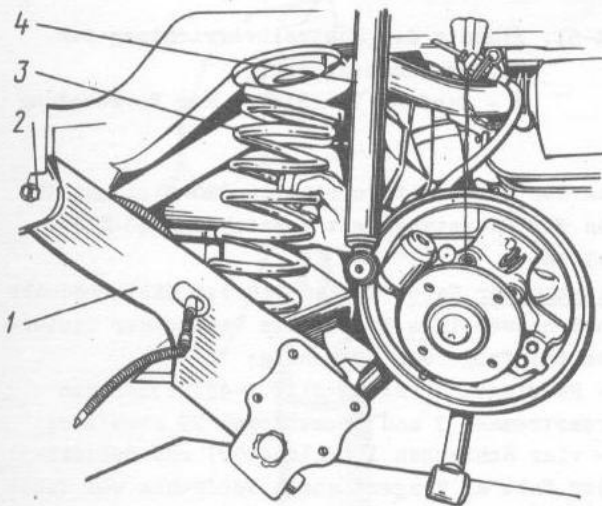

Bild 4-48. Trennung der Stoßdämpfer von Träger und Entfernen der Federn:
- Muttern 2 (Bild 4-48) zur Befestigung der Hebel an Karosserie losschrauben und Kraftwagen herablassen, dabei Untersätze unter den Aufhängungsträger in der Zone der Federschalen setzen;